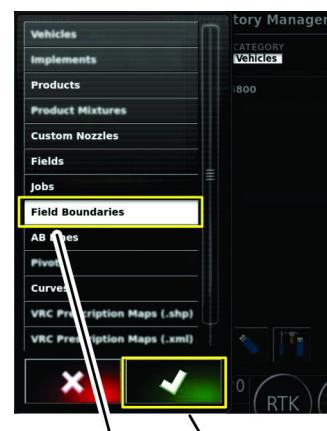

Figure 99
- Dans la liste des catégories, appuyez sur l'icône de la catégorie d'information que vous voulez exporter, puis appuyez sur l'icône de confirmation (Figure 99).